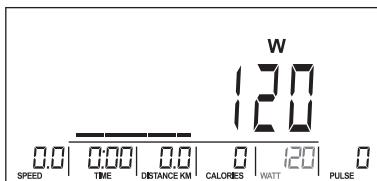

Рис. 22
- За допомогою регулятора створіть профіль користувача (Рис. 22). Відрегулюйте рівень опору в кожному з 8 колонок програми користувача. Утримуйте MODE / ENTER 2 секунди, щоб вийти з режиму під час програмування.